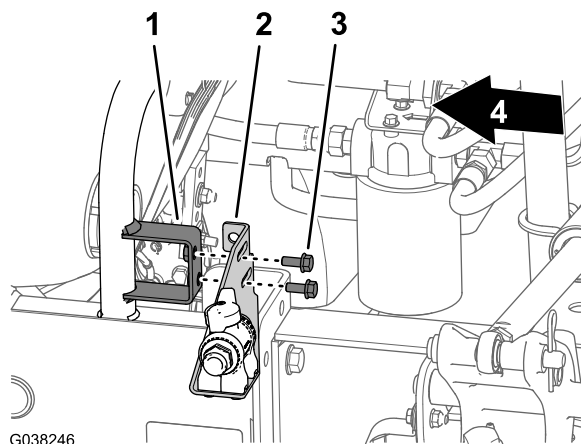

图60
1. 将搅拌阀支架中的插槽与节流阀支架安装座中的孔对齐图60。
2. 用2个凸缘头螺栓5/16 x 3/4 英寸将搅拌阀支架固定到节流阀支架安装座上图60。